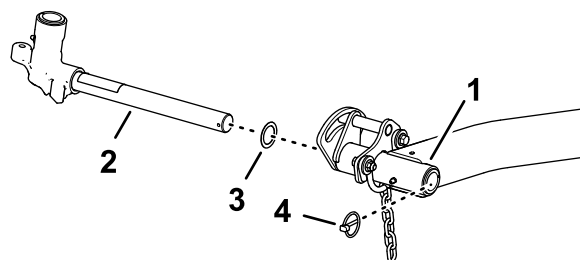

Figura 17
1. Retire el pasador de seguridad y la arandela que fijan el eje de pivote del brazo de elevación al brazo de elevación, y retire el eje de pivote del brazo de elevación (Figura 17).